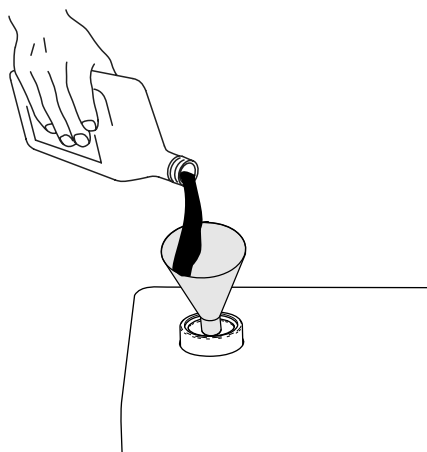

Figure 113
7. Si le niveau de liquide est en-dessous du repère inférieur sur la jauge, faites l'appoint de liquide hydraulique spécifié (Figure 113). Répétez les opérations 4 à 6 jusqu'à ce que le niveau de liquide se situe entre les 2 repères sur la jauge.